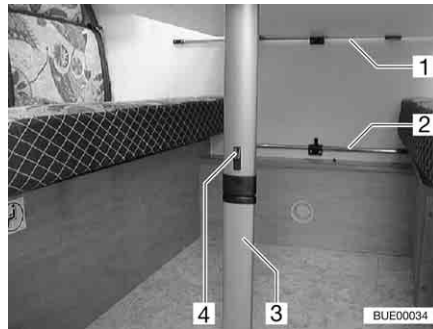

Fig. 74 Tavolo sospeso con piede pieghevole
- Spingere l'arresto (Fig. 74,4) in direzione piano del tavolo.
- Ribaltare il piede inferiore (Fig. 74,3) di 90°.
- Sganciare il tavolo sospeso dalla sbarra di aggancio superiore (Fig. 74,1).
- Agganciare il tavolo sospeso nella sbarra di aggancio inferiore (Fig. 74,2) e fissarlo sul giunto del piede del tavolo.